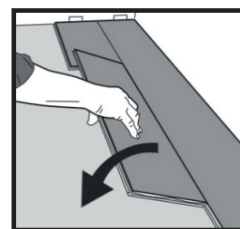

Bild 4
11. Montera nästa plankor och rader på samma sätt. **Bild 4 och 5.**